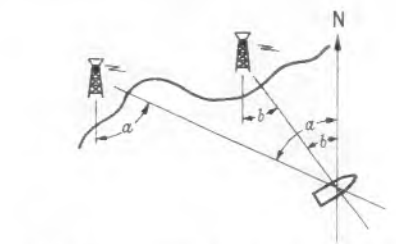
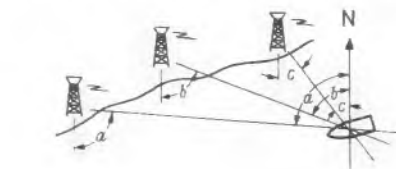
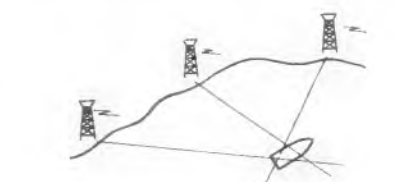

Bild 3. Kreuzpeilung mit zwei Funkstationen
Bild 4. Kreuzpeilung mit drei Funkstationen
Bild 5. Drei Funkstandlinien ergeben in der Regel ein Dreieck, in dessen Mittelpunkt sich das Fahrzeug befindet
5. Die Peilantenne zeigt stets zweimal Null an, jeweils um 180° versetzt. Welches nun die richtige Seite ist, muß vielleicht mit Hilfe des Bordkompasses ermittelt werden; in der Regel aber wird der Schiffsführer die Generalrichtung des angepeilten Senders wissen, anderenfalls wird in bekannter Weise der Winkelgrad in Beziehung zur Nordrichtung (Kompaß) gebracht. Zwei unter einem ausreichend großen Winkel angepeilte Stationen ergeben zwei Funkstandlinien, deren Schnittpunkt den Standort des Fahrzeuges markiert (Bild 3). Hat man drei Stationen zur Verfügung (Bild 4), so befindet sich das Fahrzeug im Mittelpunkt des Dreiecks, gebildet aus den drei Funkstandlinien (Bild 5).